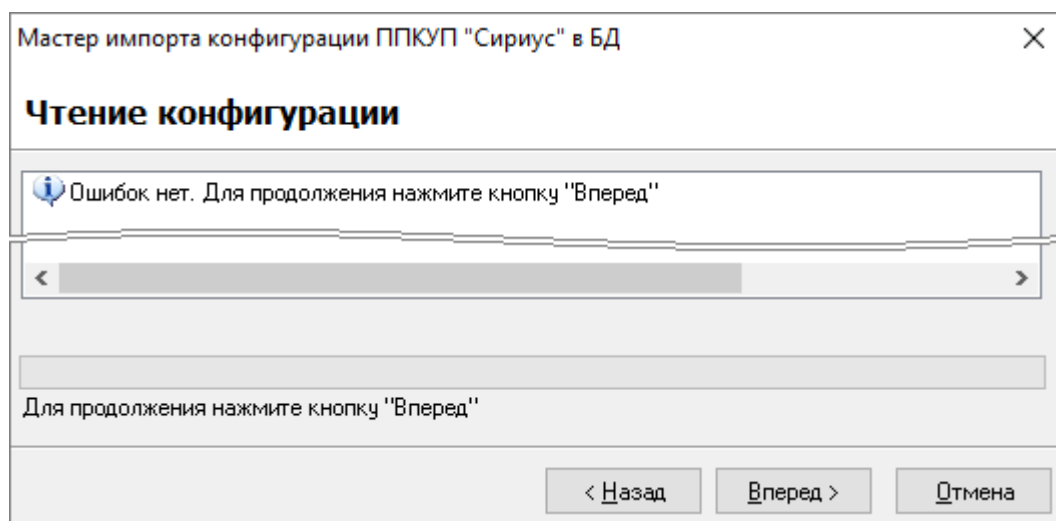

Рисунок 6-918 Мастер импорта конфигурации ППКУП "Сириус" в БД, страница чтения конфигурации, информация об отсутствии ошибок
- если ошибок, препятствующих импорту конфигурации, не обнаружено, то в информационном поле отобразится соответствующая информация (см. Рисунок 6-918). В этом случае нажмите кнопку «Вперед >» для продолжения работы Мастера.